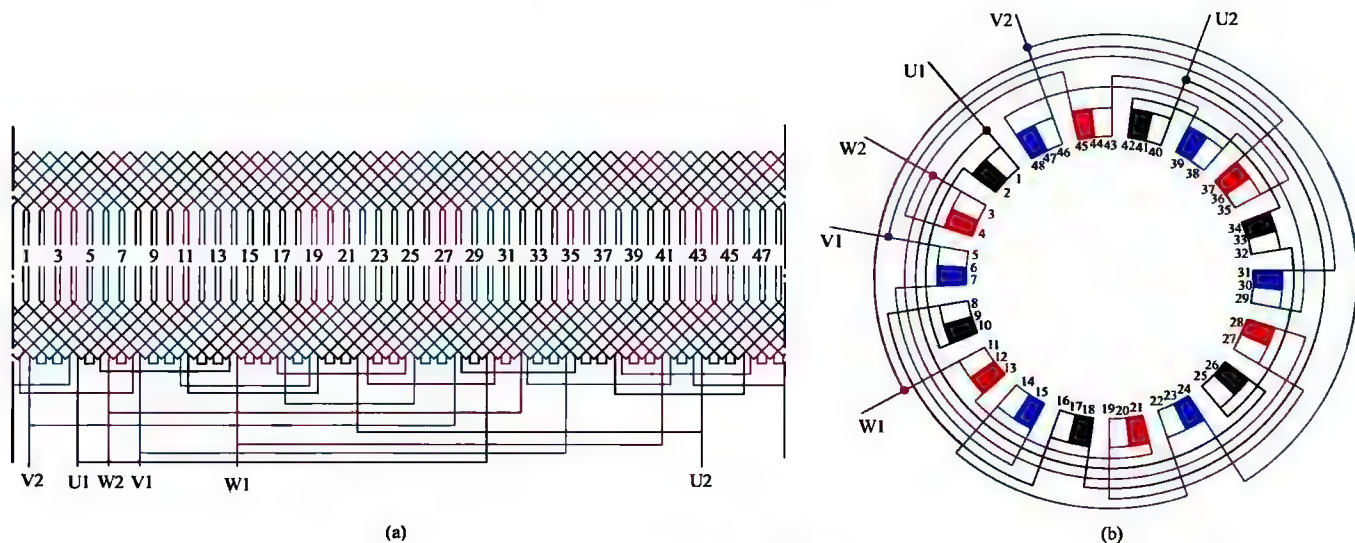

图 1-63 三相 6 极 48 槽双层叠绕组 2 路接法
63. 三相 6 极 48 槽双层叠绕组 2 路接法展开图与接线圆图 (见图 1-63)